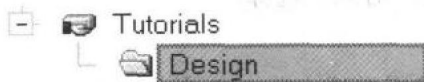

图1-9
- (5) 定义文件夹名称为Design，然后单击OK按钮确认，结果如图1-9所示。